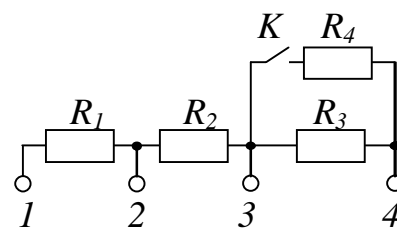

Рис. 1.20
**1.38.** Визначити коефіцієнти розподілу дільника, поданого на рис. 1.20, при вимкненому тумблері  $K$ . Опори резисторів дільника  $R_1 = 2$  кОм,  $R_2 = 18$  кОм,  $R_3 = 180$  кОм,  $R_4 = 125$  кОм. Визначити коефіцієнти розподілу дільника  $K_{1-2}$  і  $K_{1-3}$  при ввімкненому тумблері  $K$ .